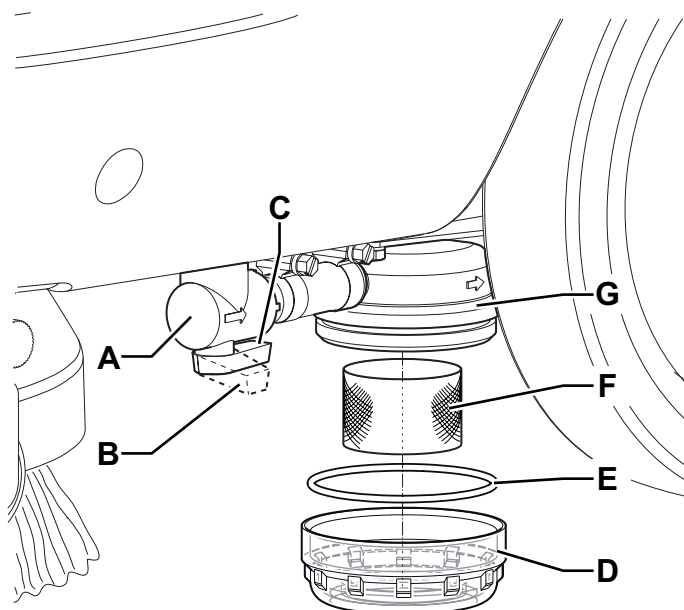

Abbildung 7
2. Überprüfen, ob der Netzkabelstecker (21) vom Stromnetz getrennt ist.
3. Das Reinigungslösungsventil (A, Abb. 7) unter dem Gerät vor dem linken Hinterrad schließen.